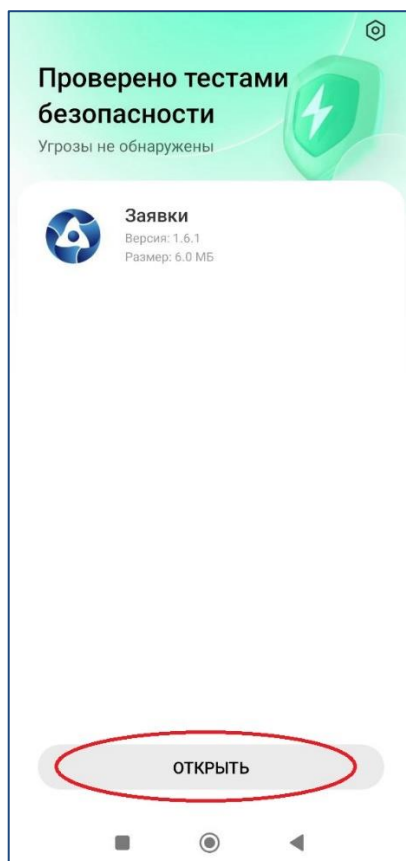

Рисунок 183 – Запуск МП
3. Дождаться окончания установки и нажать на кнопку «Открыть» (Рисунок 183).